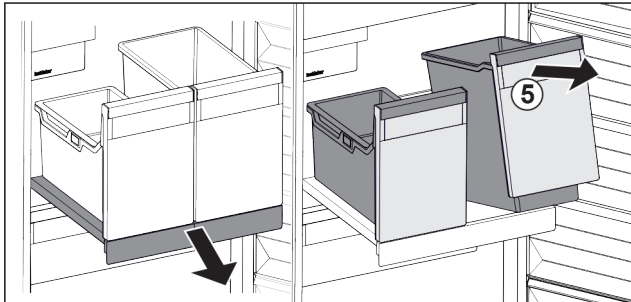

Fig. 104
- ▶ Повдигнете съда Fig. 104 (5) отпред.